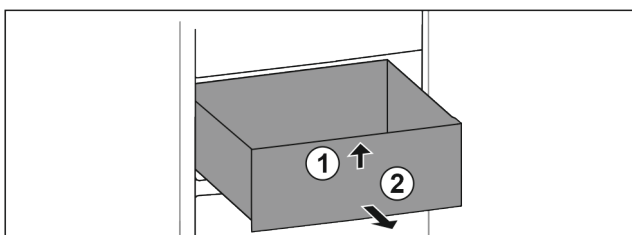

Fig. 91
- Ngrini lart sirtarin në pjesën përpara. Fig. 91 (1)
- Hiqeni sirtarin nga përpara. Fig. 91 (2)